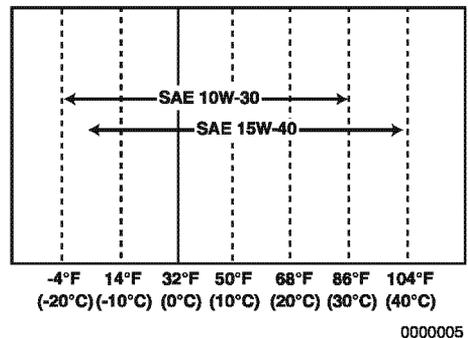

Abbildung 5
- Wählen Sie die Ölviskosität passend zur Umgebungstemperatur, bei welcher der Motor betrieben werden soll. *Siehe Motorölviskosität **Abbildung 5.***
- Wählen Sie eine für die jeweilige Umgebungstemperatur geeignete Motorölviskosität, wie im Diagramm der SAE-Viskositätsklassen dargestellt (**Abbildung 5**).